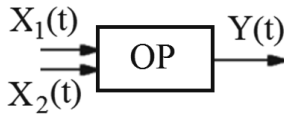

Рис. 1.29. Объект регулирования
9. На объект регулирования поступают два входных сигнала $x_1(t)$; $x_2(t)$, как показано на рис. 1.29.